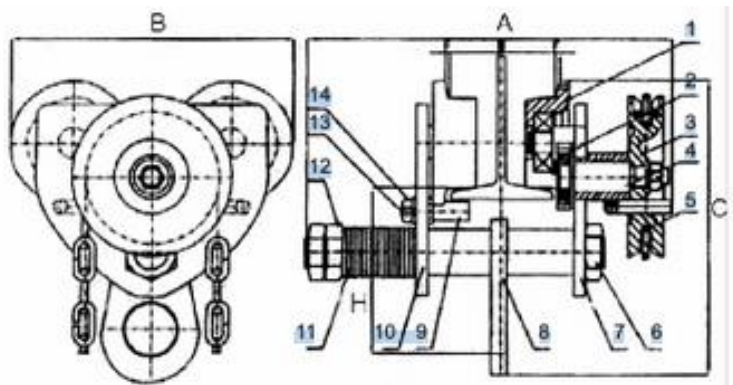

Рисунок 1. Габаритные размеры тележка приводная для тали серия GCL.
Тележка с приводом (см. рисунок. 1) состоит из левой пластины (10), правой пластины (7), подвесного штифта (6), подвесной пластины (8), ручного колеса (3), вала (4) и т.п.
- При монтаже тележки количество регулировочных шайб с внутренней и внешней стороны пластины должно быть одинаковым. С целью правильной установки внешнего зазора F между колесным фланцем и двутавровой балкой количество регулировочных шайб с внутренней стороны пластины в случае необходимости может быть увеличено или уменьшено на единицу (см. рисунок 1).
- После монтажа тележки на двутавровой балке, подтяните гайки (12) на подвесном штифте (6) и проверьте работоспособность тележки при малой нагрузке. При хорошем контакте колес с двутавровой балкой затяните стопорные гайки. При затяжке гаек соблюдайте осторожность.
- После монтажа тележки с приводом на двутавровой балке (см. рисунок 1) необходимо выставить зазор F между вращающейся втулкой (9) и основанием двутавровой балки, для чего ослабьте гайку (14) и передвигайте ось (13) до установления требуемого согласно спецификации значения, после чего затяните гайку (14).